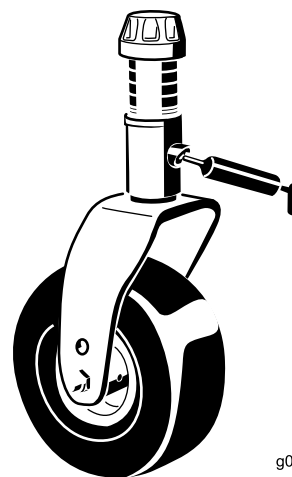

Figura 49
- Casquillo del eje de la horquilla de la rueda giratoria (1) (Figura 49)
- Casquillo del pivote del brazo tensor — situado en el brazo tensor (1)